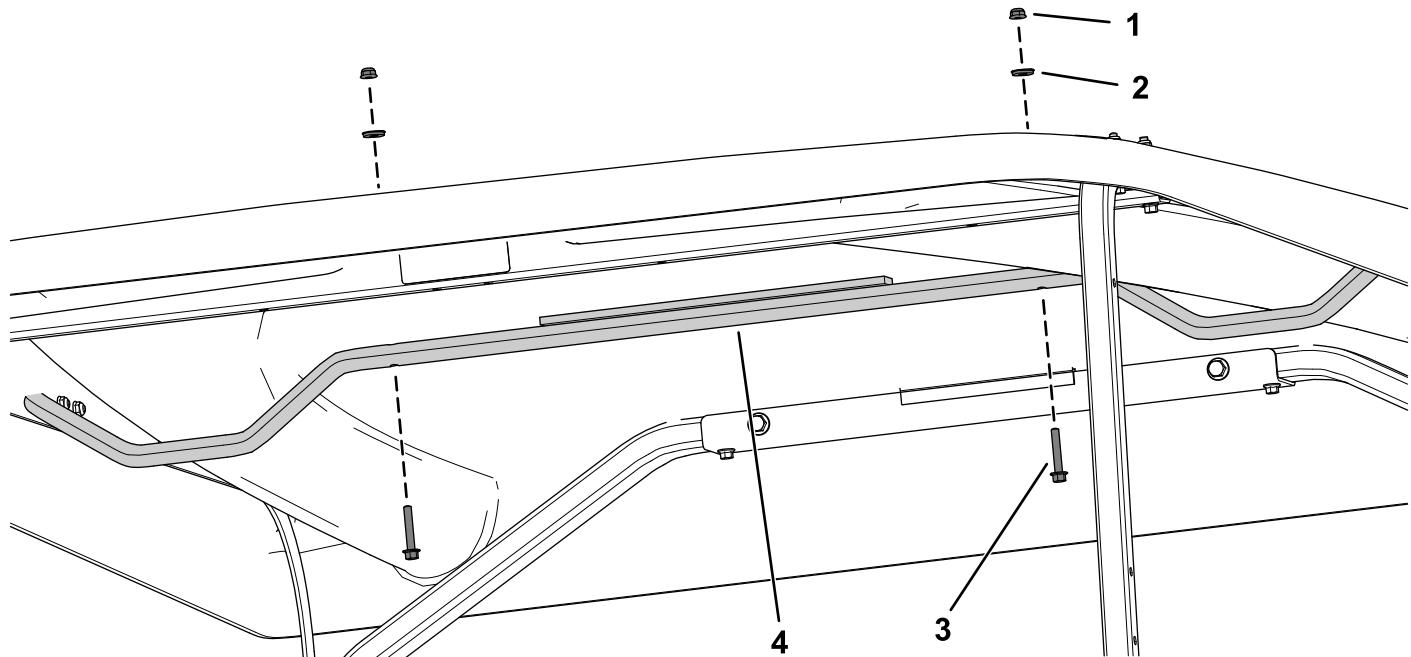

图20
- 4. 如图20所示用2个凸缘头螺栓 $\frac{1}{4} \times 1\frac{1}{2}$ 英寸、2个密封垫圈和2个锁紧螺母 $\frac{1}{4}$ 英寸将顶篷支撑管固定至顶篷。